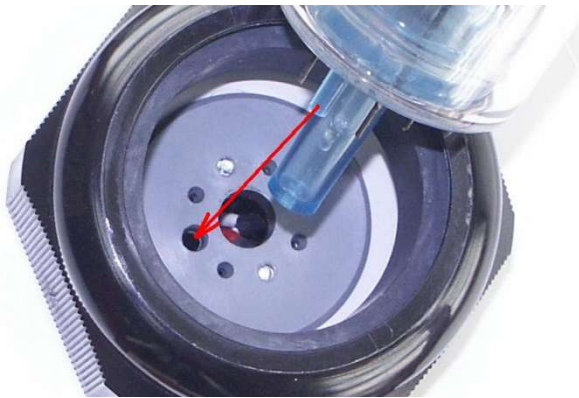

Fig. 1: Inserção do tubo
- Inserir o tubo verticalmente, nisto cuidar da necessidade absoluta da orientação correta dos pinos de contato e do pino de codificação! (Ver Fig. 1).